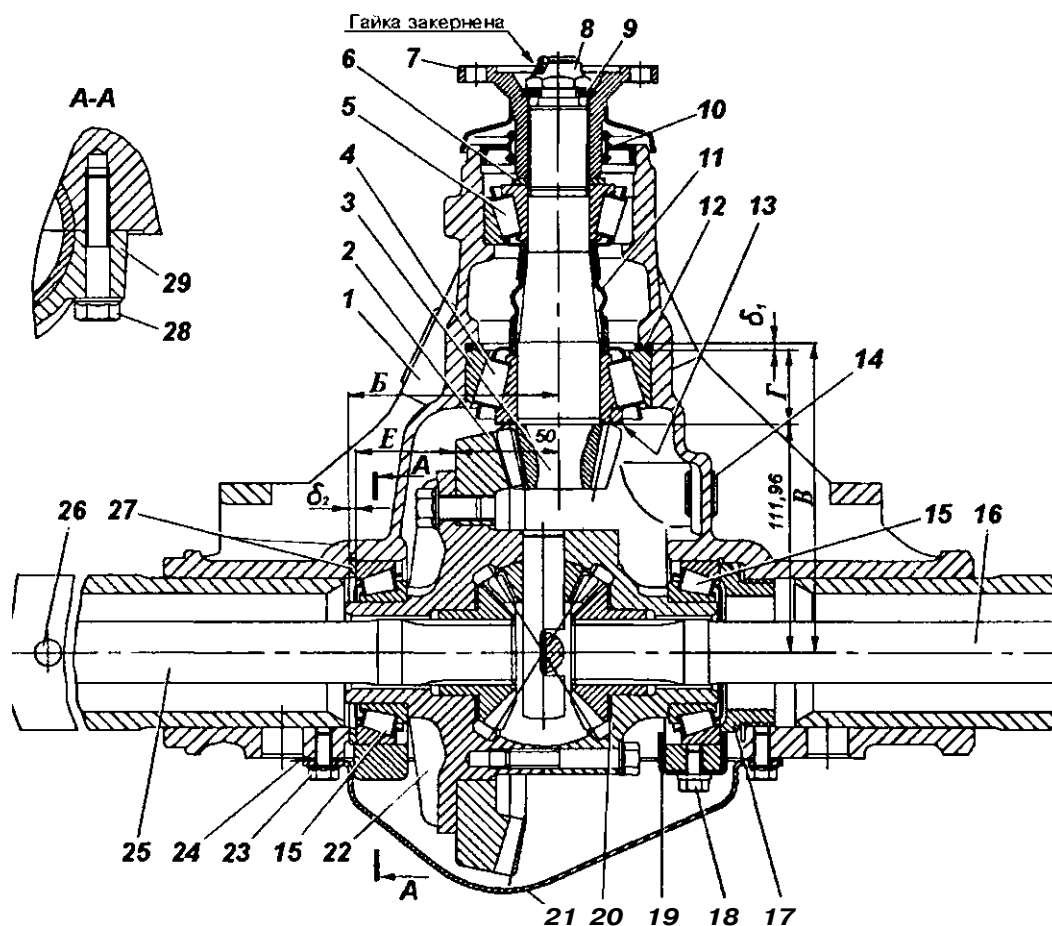
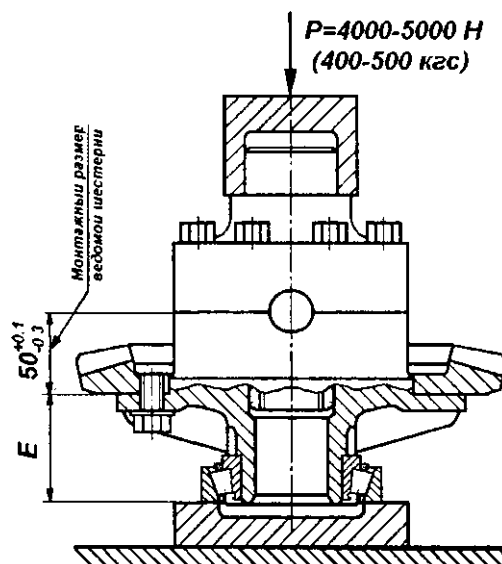

Рис. 9.1. Мост задний:
Рис. 9.9. Замер установочного размера дифференциала с подшипником
ЗАДНИЙ МОСТ (рис. 9.1)
Для устранения осевого зазора ведущей шестерни необходимо подтянуть гайку 8 (см. рис. 9.1). При этом имейте в виду, что гайка имеет кернение в паз резьбовой части ведущей шестерни и при подтяжке потребуются большее усилие на ключе. Подтяжку гайки производите осторожно до устранения осевого зазора ведущей шестерни, не допуская ее перетяжки, после чего закерните гайку. Если закерненную гайку подтянуть не удастся, то ее следует сначала отпустить на 0,5 - 1,0 оборота, а затем затянуть до устранения осевого зазора и закернить.
2. Отверните болты крепления полуосей и с их же помощью снимите полуоси 16 и 25 (см. рис. 9.1).
Фланец ведущей шестерни. Торцевой фланец, сопряженный с кольцом 6 (см. рис. 9.1), должен быть гладким. При необходимости шлифуйте его до размера по высоте не менее 53 мм.
1. Подберите регулировочное кольцо 12 (см. рис. 9.1), толщина которого определяется по действительным размерам В и Г, и должна быть равна $<5 \cdot (B - (111,960 + G))$ мм с точностью $\pm 0,025$ мм. (Размер Г измеряется так, как показано на рис. 9.8.) Установите его в картер 1 (см. рис. 9.1) главной передачи.
При установке новой ведомой шестерни 2 и нового подшипника 15, установленного со стороны ведомой шестерни и упирающегося в регулировочное кольцо 27, измерьте размер Е (рис. 9.9), приложив осевое усилие $P = 4000 - 5000$ Н (400-500 кгс) и прикатав подшипник, чтобы ролики заняли правильное положение. В картере измерьте размер В (см. рис. 9.1) от оси ведущей шестерни до упорного торца подшипника дифференциала. По действительным размерам В, Е и монтажного размера 50 мм ведомой шестерни подберите кольцо толщиной $<52 \cdot (B - (E + 50 + x))$ мм с точностью $\pm 0,025$ мм, где x - величина фактического отклонения от монтажного размера 50 мм с соответствующим знаком (плюс или минус), которая нанесена электрографом на торце ведомой шестерни.
Если требуется заменить только подшипник дифференциала, установленного со стороны ведомой шестерни, то следует измерить монтажную высоту подшипника, как указано на рис. 9.8. Если измеренная высота нового подшипника больше или меньше высоты старого подшипника на какую-то величину, то, чтобы не нарушать положение ведомой шестерни, новое регулировочное кольцо 27 (см. рис. 9.1) должно быть